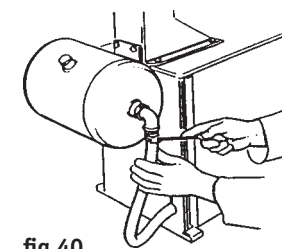

fig.40
- Inserire il tubo di gomma nel raccordo della bombola e stringere la fascia (fig.40)
- Connect the rubber hose to the cylinder connector and tighten the connector band (fig.40).